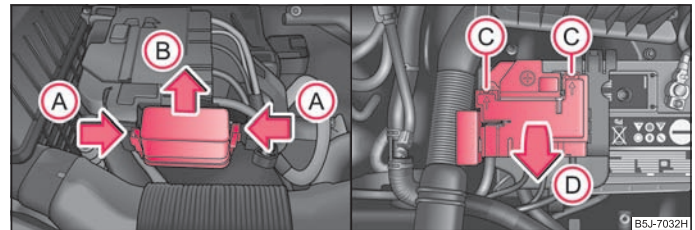

Abb. 165 Batterie: Sicherungsdeckel
- Drücken Sie die Verrastungen der Sicherungsabdeckung gleichzeitig in Pfeilrichtung (A) zusammen ⇒ Abb. 165, schieben Sie die Abdeckung in Pfeilrichtung (B) heraus.
- Entriegeln Sie mit einem flachen Schraubendreher die Halterungen in den Öffnungen (C) und klappen Sie die Abdeckung nach oben in Pfeilrichtung (D).